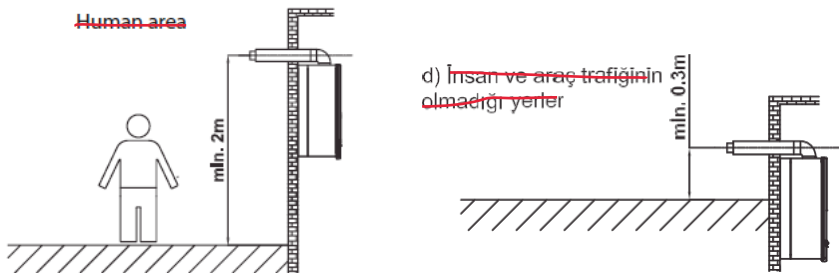

Рисунок 4
- Расстояние от верхней поверхности горизонтального дымоотвода до выступающей части крыши или деревянной облицовки должно составлять не менее 1,5 м. (Рисунок 4а)
- В местах, где существует вероятность механического воздействия на дымоотвод, необходимо обеспечить защиту наружного участка дымоотвода клетью из нержавеющей или оцинкованной стали. В частности, такую защиту следует предусмотреть в местах с автомобильным движением. (Рисунок 4б)
- Высота наружной части дымоотвода в местах с пешеходным движением, например, на тротуарах, должна составлять не менее 2 м. (Рисунок 4с) Для зданий с полуподвальными помещениями, фасадом выходящие на тротуары, при условии обеспечения необходимой защиты, высота наружного участка дымоотвода может составлять не менее 1 м.
- Расстояние от земли до наружного участка дымоотвода в местах, где отсутствует движение людей и транспорта, должно составлять не менее 0,3 м. (Рисунок 4д)